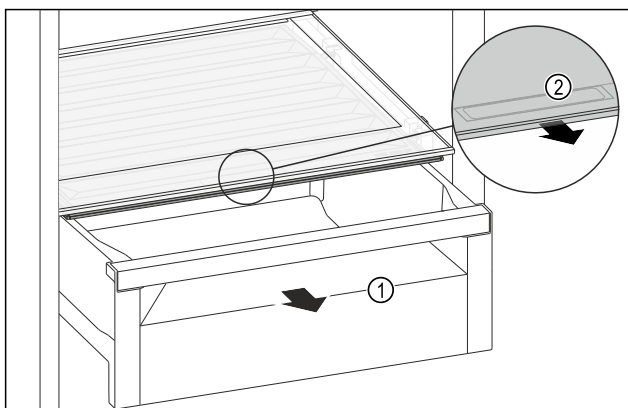

Fig. 65
- Retirer le tiroir Fig. 65 (1).
- Saisir la poignée encastrée Fig. 65 (2) du couvercle du compartiment et tirer le couvercle du compartiment par l'avant.